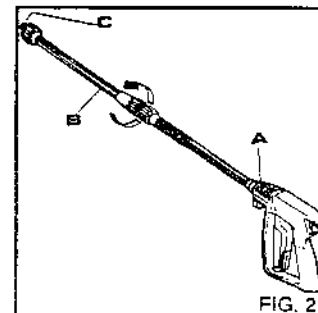

FIG. 2
- Den Griff (2 A) an die Verlängerung (Abb. 2 B) schrauben.
- Die umschaltbare Düse an die Lanzenspitze anbringen (Abb. 2 C).